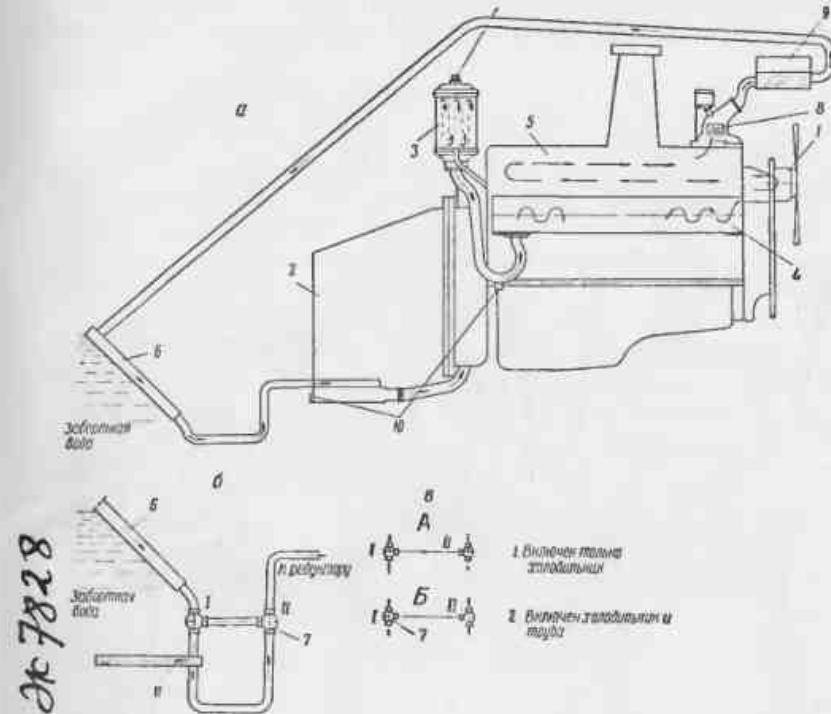

Рис. 8. Схема охлаждения двигателя:
19. Система охлаждения двигателя (рис. 8) — принудительная, замкнутая для каждого двигателя. Вода, циркулирующая в системе охлаждения при помощи водяного насоса 1, охлаждает масло в реверс-редукторе 2, масло двигателя в масляном холодильнике 3, выпускной коллектор 4 и блок 5 цилиндров двигателя. Отвод тепла от охлаждающей воды осуществляется забортной водой через стенки специального холодильника 6, смонтированного на наружной стороне туннеля катера. Холодильник имеет внутри перегородку, разделяющую его на две части (для систем охлаждения правого и левого двигателей).
Циркуляция охлаждающей воды происходит в следующем порядке (см. рис. 8, а): вода из холодильника поступает в водяные рубашки реверс-редуктора, масляного холодильника и выпускного коллектора, после чего водяным
* На катерах, выпускавшихся до 1958 г., в систему охлаждения двигателей были включены трубы, ограждающие гребные валы (см. рис. 8, б). Включение трубы в систему охлаждения производилось с помощью двух трехходовых кранов 7. При включении кранов, как показано на схеме А, охлаждающая вода из холодильника через краны поступает в водяную рубашку реверс-редуктора, а при включении кранов, как показано на схеме Б, вода после холодильника, пройдя кран I, поступает в трубу II, ограждающую гребной вал, после чего через кран II проходит в водяную рубашку реверс-редуктора и далее, как указано выше.